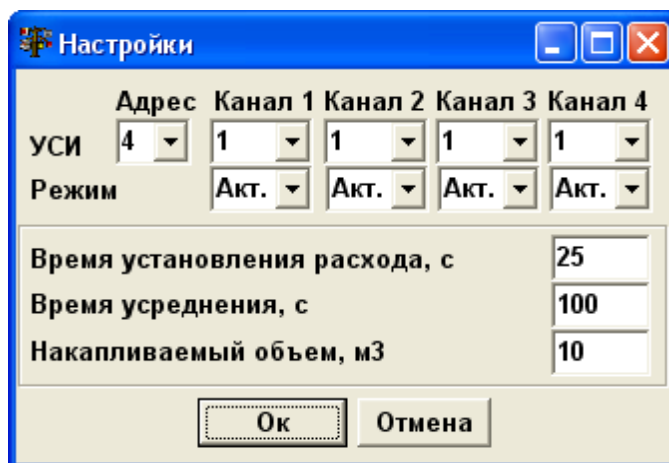

Рис.41. Вкладка «Настройки»
2.7.3. Нажмите кнопку **Настройки**. На мониторе ПК появится вкладка (см. рис. 41):
В окнах вкладки введите значения в соответствии с рис.41. и нажмите кнопку **Ок**, после чего вкладка закроется.